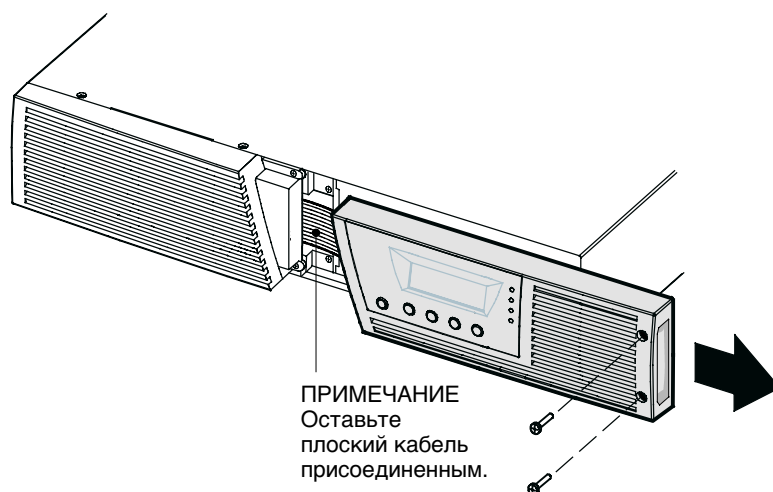

Рисунок 9. Снятие правой передней крышки ИБП
1. Снимите правую переднюю крышку ИБП (за жидкокристаллической панелью управления). См. Рисунок 9.